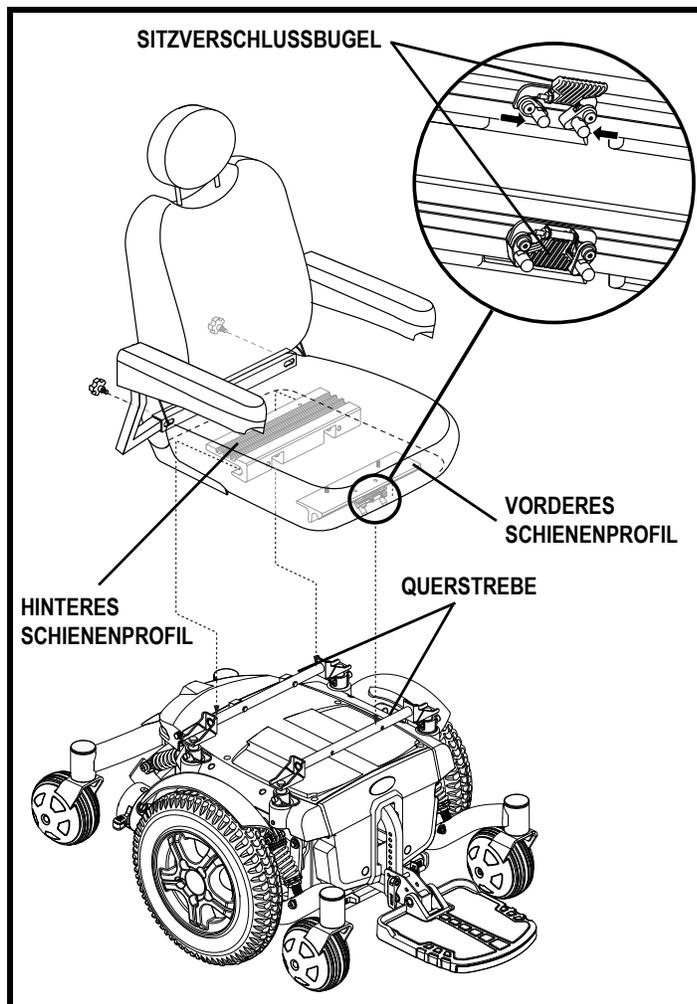

Abb. 11. Universal Mounting System und Kontursitz
Eventuell muss vor der Inbetriebnahme oder nach einem Transport des Rollstuhls der Sitz montiert werden. Kontursitze werden mithilfe des Universal Mounting System (UMS) auf die Antriebsbasis montiert. Das UMS besteht aus universell einsetzbaren Komponenten, die unabhängig von Sitzlänge und -breite befestigt werden können. Die Hauptkomponenten sind zwei Aluminiumelemente, die am Sitzuntergestell befestigt werden. Diese Elemente werden dann an den zwei Querstreben der Antriebsbasis befestigt. **Siehe Abbildung 11.**
5. Legen Sie den Sicherheitsverschluß um. **Siehe Abbildung 11.**